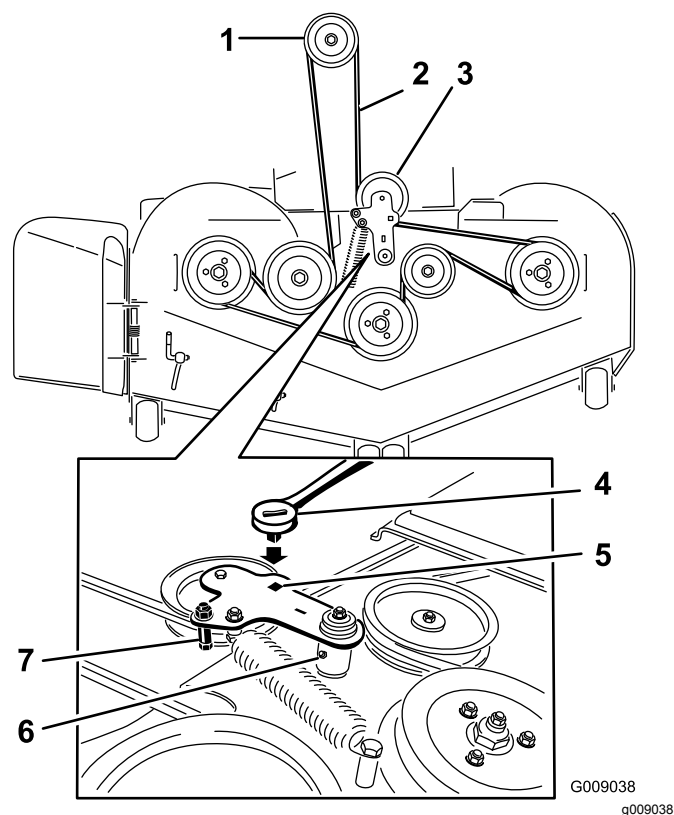

Figure 106
5. Soulevez le bac de plancher et insérez un rochet dans le trou carré de la poulie de tension du tablier (Figure 106).
6. Tournez la poulie de tension dans le sens horaire et déposez la courroie du tablier (Figure 106).